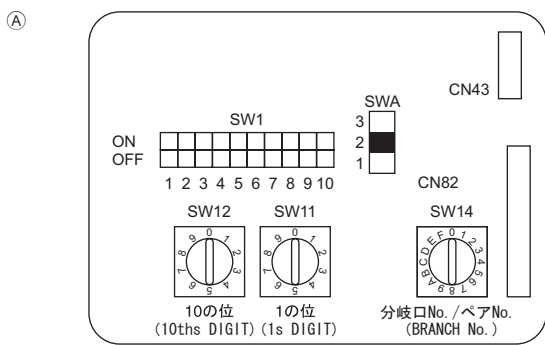

Fig. 6-4
6.5. Impostazione degli indirizzi (Fig. 6-4)
- ① Impostazione degli indirizzi
- ② SW14 - Impostazione dei numeri di diramazione (solo serie R2)